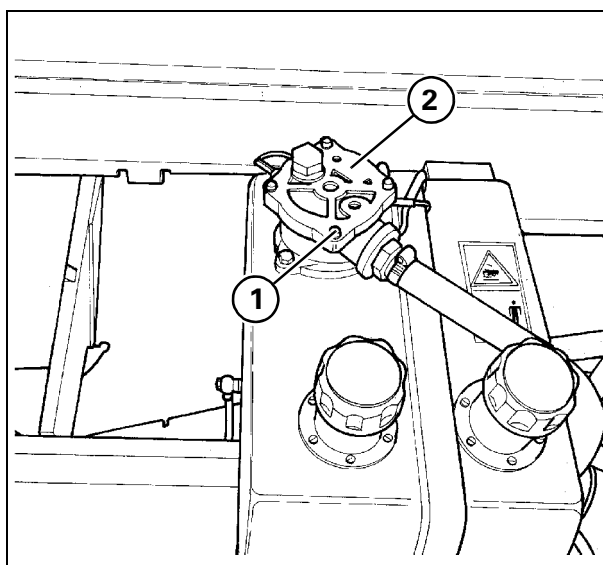

Рис. 63
66.) Система вспомогательной гидравлики Рис. 63